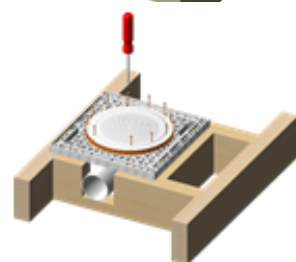

Fig 9
- Skruva därefter fast brunnen med medföljande 11st skruvarna, se Fig 9 (3,5x30 mm)